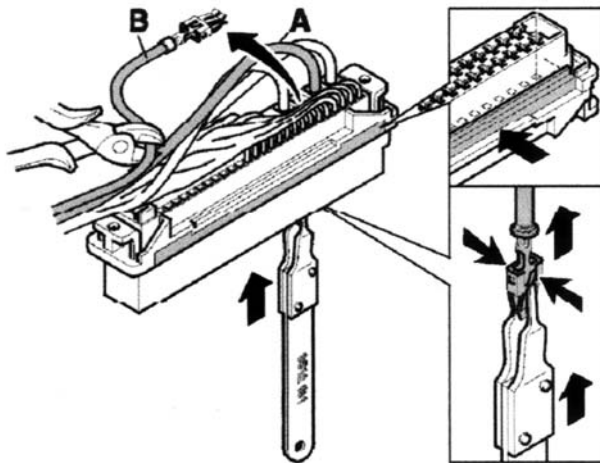

Figura 1 (conector fabricado hasta 1997)
- Abrir el conector y extraer el cable de la tensión de alimentación (hasta año de fabricación 1997, pins 2 y 3; a partir de año de fabricación 1998, pins 17 y 18). Cortar tanto cable como sea posible antes del aislamiento (figura 1).